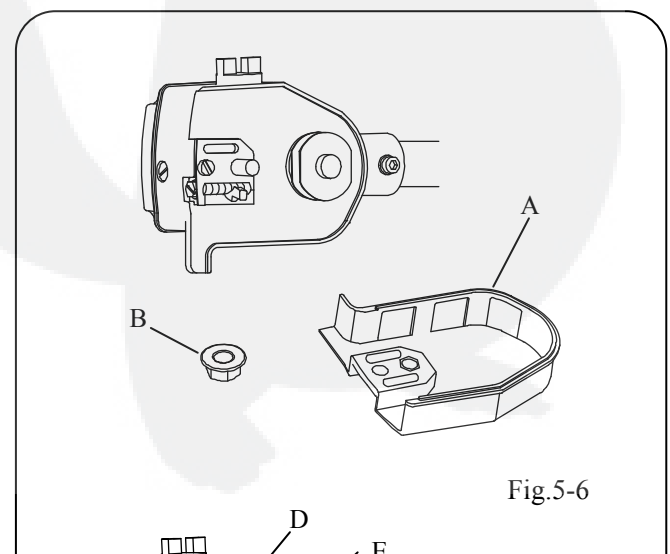

Fig.5-6
1. Retirer l'écrou de serrage (B) du guide-chaîne.
2. Retirer le capot protecteur (A). (Fig.5-6)